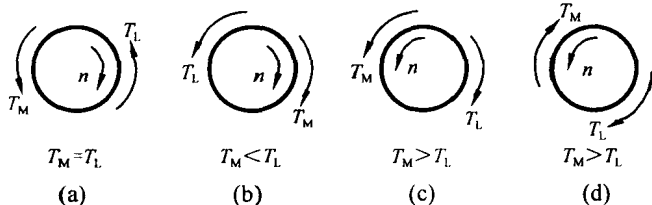

图 14.2.1
4. 试说明图 14.2.1 所示的几种情况下，系统的运行状态是加速？减速？还是匀速？(图中箭头方向为转矩的实际作用方向)